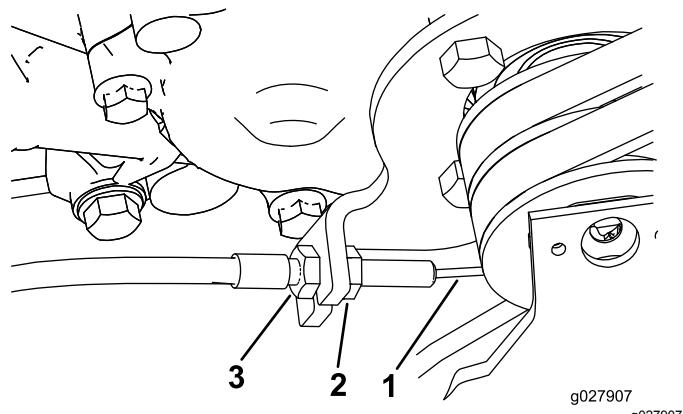

図 49
3. 走行ケーブルの前ジャムナットをゆるめ、後ジャムナット図 49を締めてケーブルの張りを出し、 $8\text{-}9 \text{ N}\cdot\text{m} 2.7\text{-}3.2 \text{ kg}=6\text{-}7 \text{ lb}$ の力で走行コントロールがつながるようにする